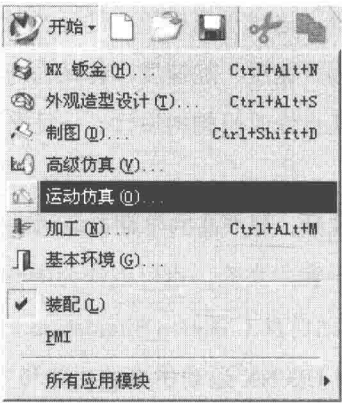

图 1.2.2 “开始”菜单
步骤 02 进入运动仿真模块。选择 开始 运动仿真 (M) 命令，如图 1.2.2 所示，进入运动仿真模块。